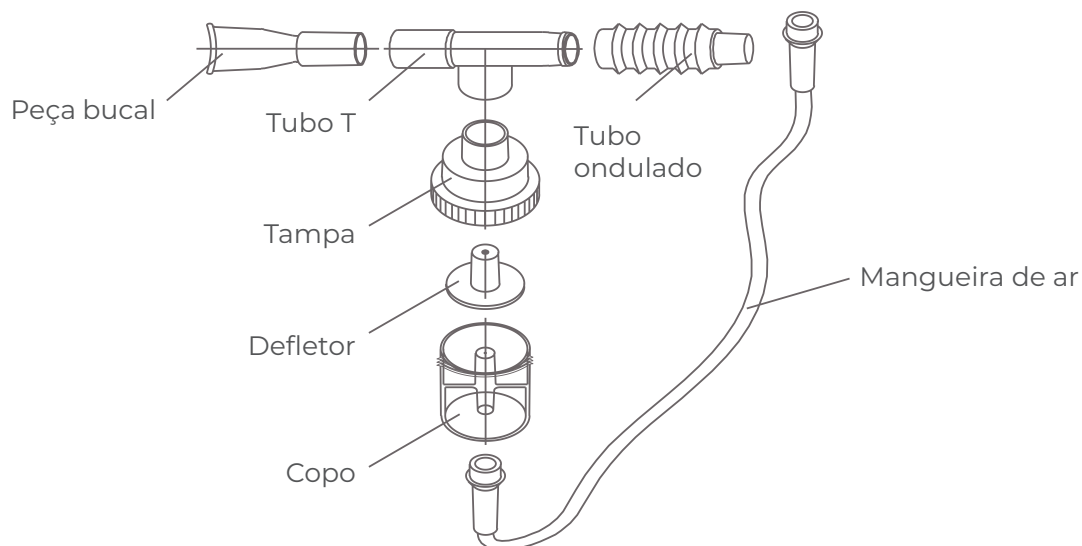

Figura 7: Acessórios de nebulizador
- Desligue o concentrador de oxigênio, desconecte a mangueira de ar, puxe o bocal, abra a tampa do copo do nebulizador (Figura 7)